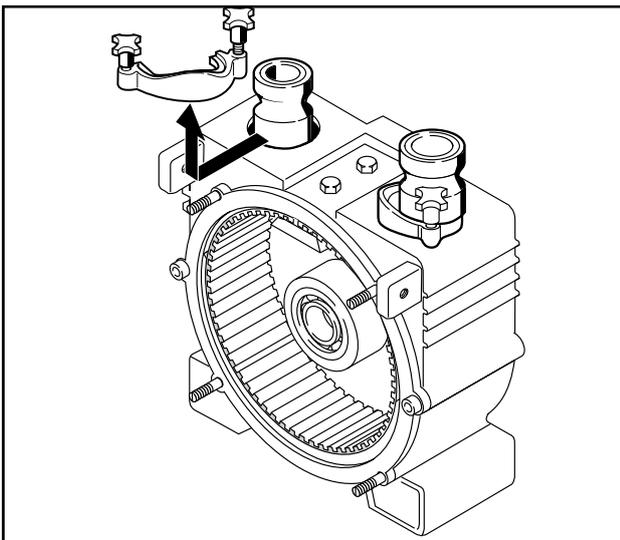

Fig. 11 – Démontage des demi-bridés
7. Desserrer et retirer les deux pinces de fixation du tuyau (fig. 11).